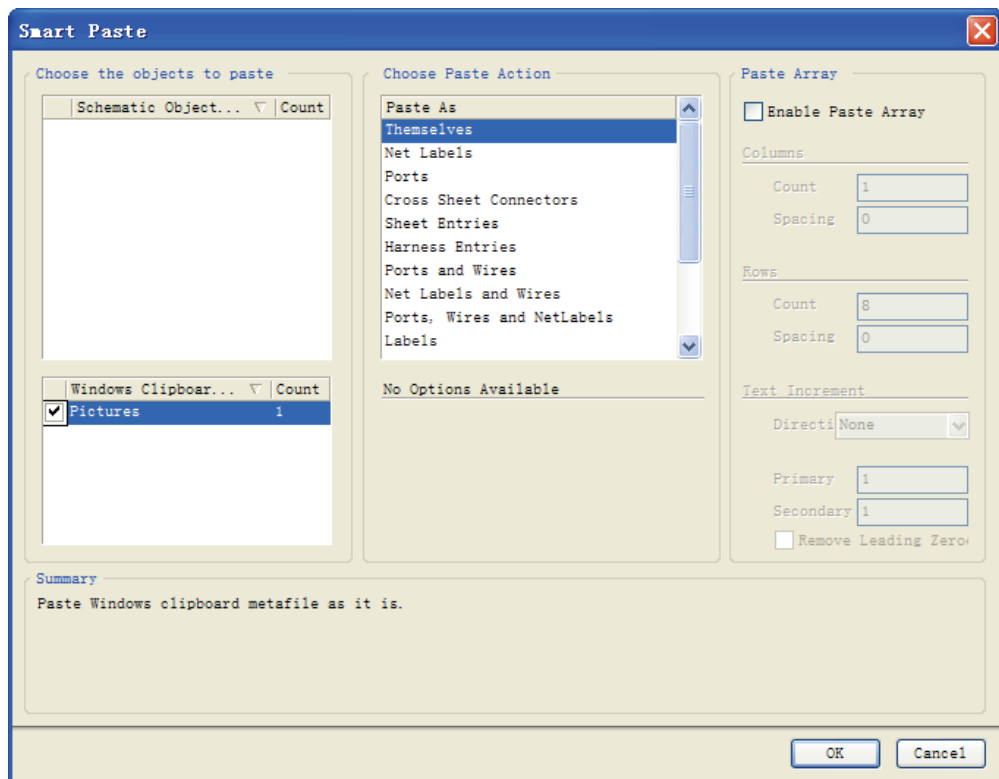

图 6-5 智能粘贴参数设置对话框
(1) 执行菜单命令【Edit】→【Smart Paste】命令，弹出智能粘贴参数设置对话框，如图 6-5 所示。
(2) 在【Paste Array】区中有 3 个选项，其中列(Columns)和行(Rows)都有 2 个添加项，设置如图 6-5 所示。
(3) 单击按钮，出现十字光标，并且光标上附着粘贴的阵列的图件，将光标移到合适的位置单击，即可在该处粘贴图件。
(4) 在执行智能粘贴操作时，可以按空格键旋转光标上所粘附的图件，按 X 键左右翻转，按 Y 键上下翻转。